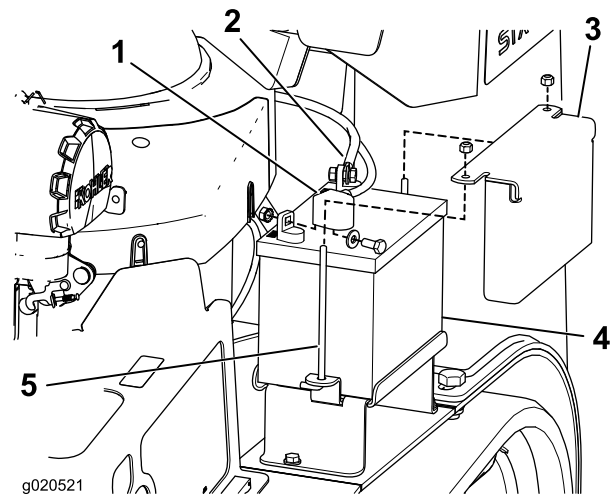

Figura 40
3. Levante la cubierta de goma negra del cable negativo. Desconecte el cable negativo del borne negativo (-) de la batería (Figura 40).
4. Retire la cubierta de goma roja del borne positivo (rojo) de la batería. Luego retire el cable positivo (rojo) de la batería (Figura 40).
5. Retire la pletina de sujeción, los pernos en J y las contratuerzas que sujetan la batería (Figura 40), y retire ésta.
1. Coloque la batería en la máquina (Figura 40).
3. Conecte primero el cable positivo (rojo) al borne positivo (+) de la batería con una tuerca, una arandela y un perno (Figura 40). Deslice la cubierta de goma sobre el borne.
4. Luego conecte el cable negativo y el cable de tierra al borne negativo (-) de la batería con una tuerca, una arandela y un perno (Figura 40). Deslice la cubierta de goma sobre el borne.